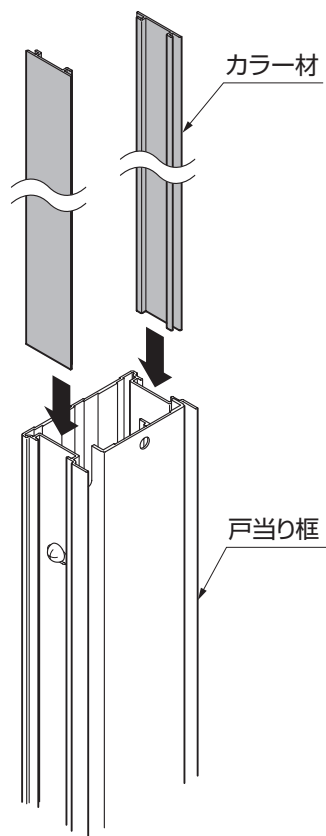

図9-5
- ①戸当り框にカラー材を差込んでください。(図9-5参照)